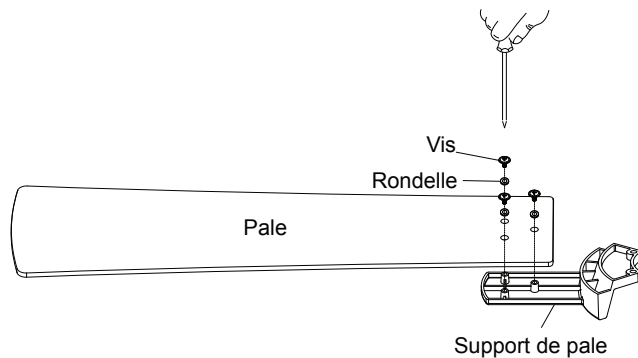

Fig. 16
**Étape 1.** Alignez les trous de la pale et de la rondelle sur les trous des supports de pale et fixez solidement la pale en place avec les vis fournies. (Fig. 16)